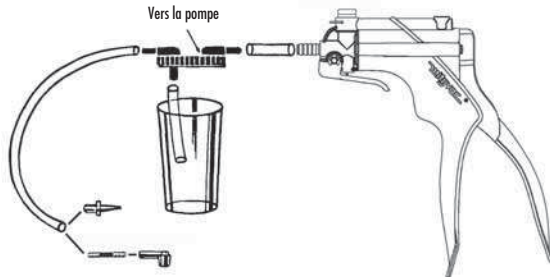

FIGURE 1: KIT DE PURGE DE FREIN
- 3) Glisser 3,8 cm (1-1/2po) de tuyau entre la pompe et le couvercle du récipient à l'orifice marqué « **VERS LA POMPE** » (FIGURE 1).